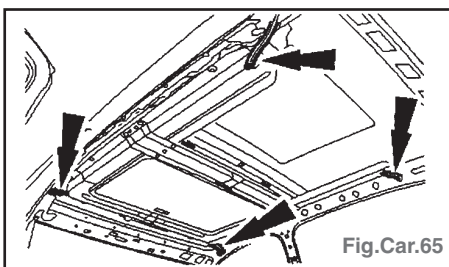

Fig.Car.65
- Détacher les tuyaux de drainage du panneau de toit ouvrant (Fig.Car.65).
- Refixer les tuyaux de drainage au panneau de toit ouvrant. (Fig.Car.65).